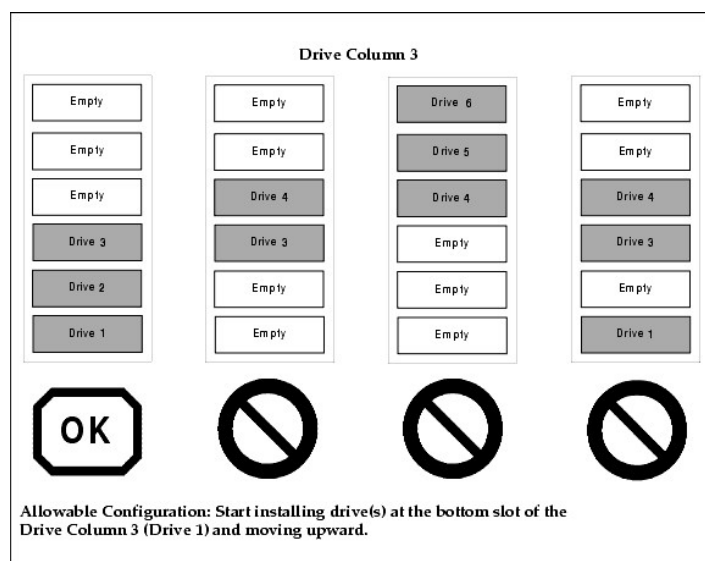
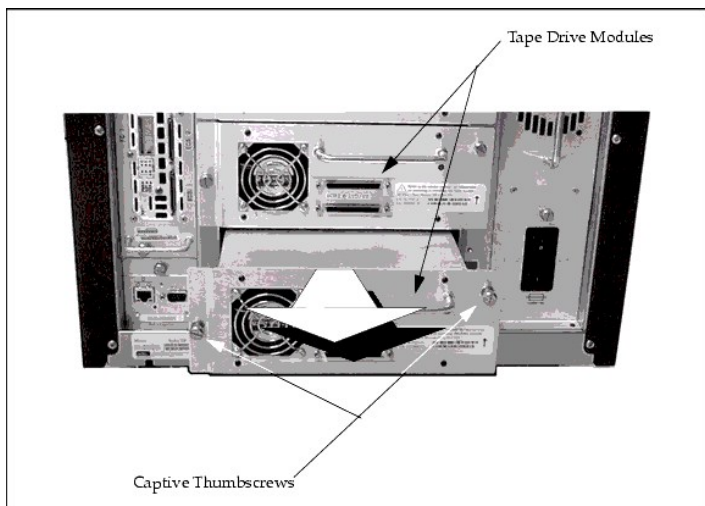

Figure 1. Configuration permise pour l'installation d'un module de lecteur de bande
Figure 2. Installation d'un module de lecteur de bande
Reportez-vous à la Figure 1 et à la Figure 2.
**ATTENTION** : Vous devez obligatoirement installer le premier module de lecteurs de bandes dans l'emplacement de lecteurs du bas de la colonne de lecteurs (colonne trois - emplacement A) et les autres modules dans les emplacements suivants (B à F) tel qu'indiqué à la Figure 1. Si vous ne respectez pas cette configuration, la bibliothèque ne pourra pas s'initialiser complètement et les lecteurs ne seront pas reconnus durant le processus d'entraînement.